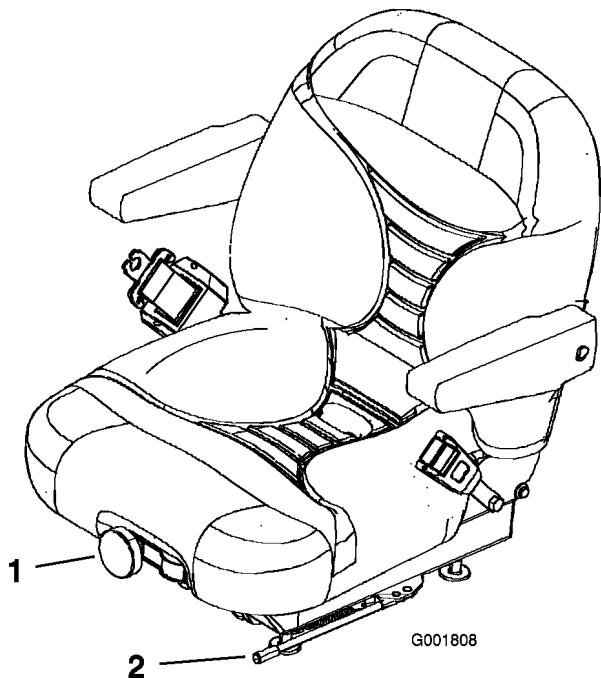

Figure 26
1. Poussez le levier de réglage sur le côté pour débloquer et régler le siège (Figure 26).
Pour ce faire, tournez le bouton avant dans un sens ou dans l'autre pour obtenir la position la plus confortable (Figure 26).